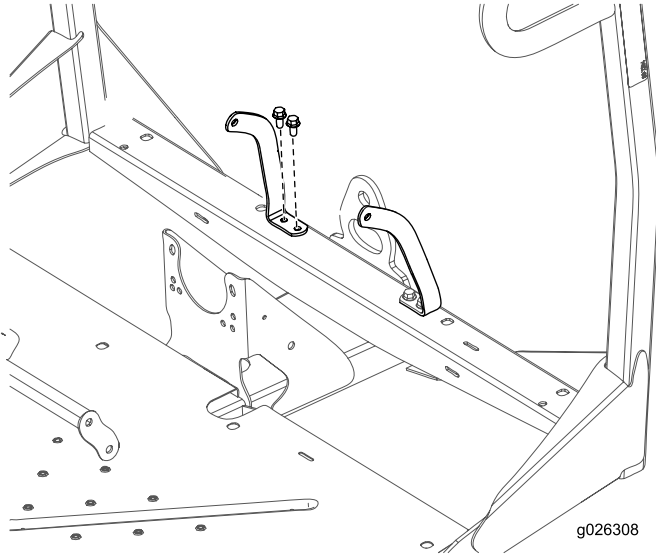

Figure 8
- Fixez l'ancrage des ceintures de sécurité droite et gauche au cadre avant avec 4 boulons (3/8" x 3/4") et 4 écrous (3/8"), comme montré à la Figure 8.